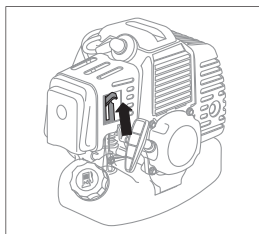

fig. 9
4. Poziționați maneta clapetei de aer în poziția de sus - |/| „Închis” (fig. 9).
7. Poziționați maneta clapetei de aer (fig. 9) în poziția din mijloc.